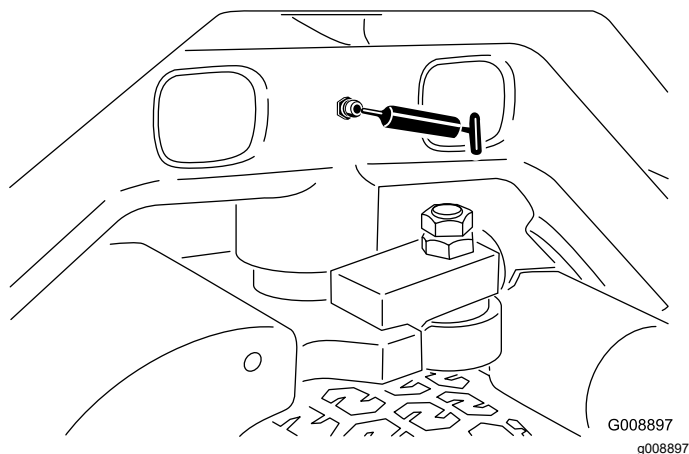

Рисунок 41
- Шарнир поворотного кулака (Рисунок 41).